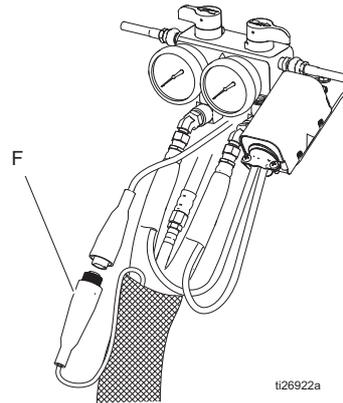

FIG. 9. Flexible chauffant
3. Débrancher le câble FTS (F) du Reactor, FIG. 9.